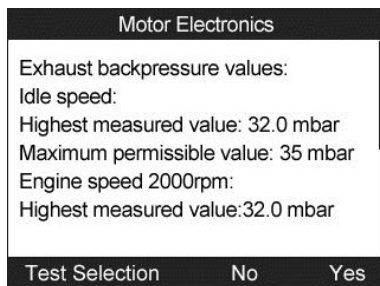

Figura 13.46
- f) El instrumento le presentará un informe resumen para su confirmación (Figura 13.46).